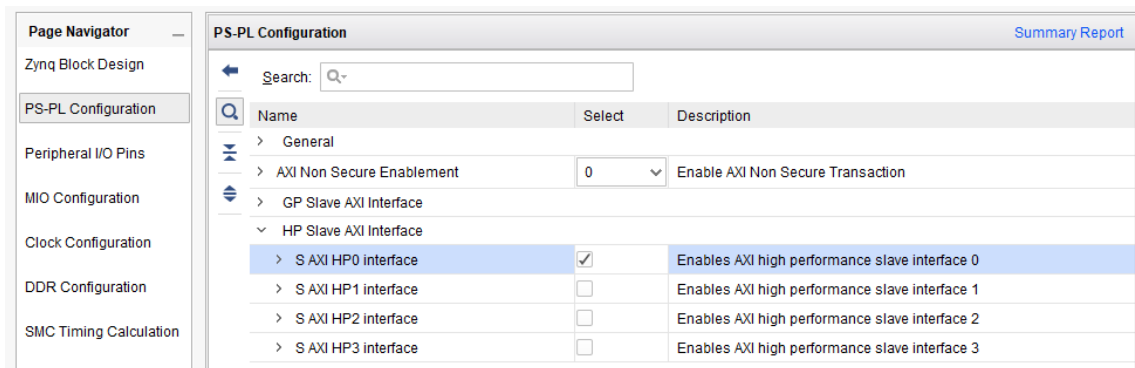

FIGURE 9 – Activation du port esclave HP0
19. Reconfigurez le PS pour activer le port haute-performance esclave **HP0**, comme à la figure 9.